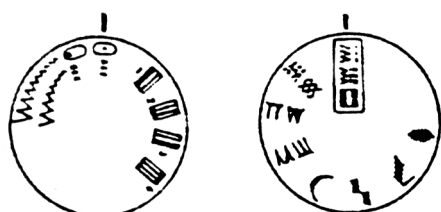

Рис. 6b
- Установить регулятор на прямой стежок в среднем положении (рис. 6b).